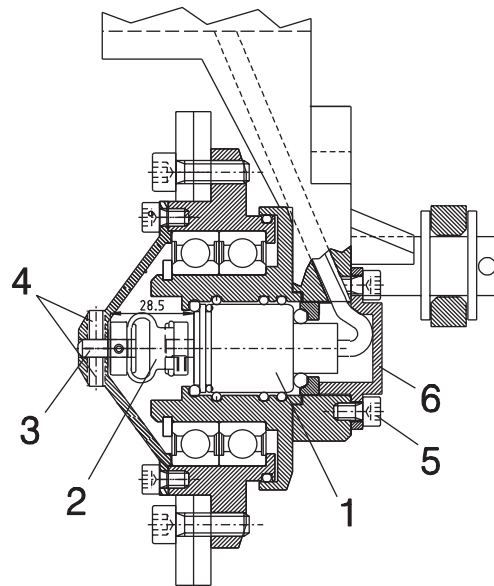

Fig. 1.
Pulsgivaren (1) drivs från mät hjulet via en avbrytare (2) (se fig. 1).